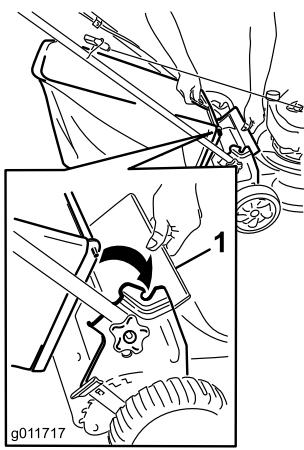

Figura 19
1. Levante el deflector trasero (Figura 19).
2. Introduzca el asa de la bolsa de recortes en las muescas de los soportes del manillar (Figura 19).